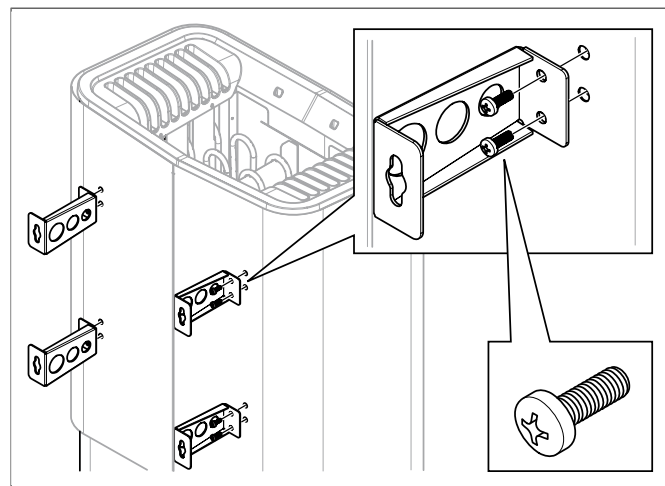

Afbeelding 6: De printplaat
Aansluiting van de elektrakabel (1) in aansluitstrook (2) (zie **Afbeelding 6**, Pagina 4) volgens het koppelschema (zie De sectie **Aansluiting/koppelschema**, Pagina 6).